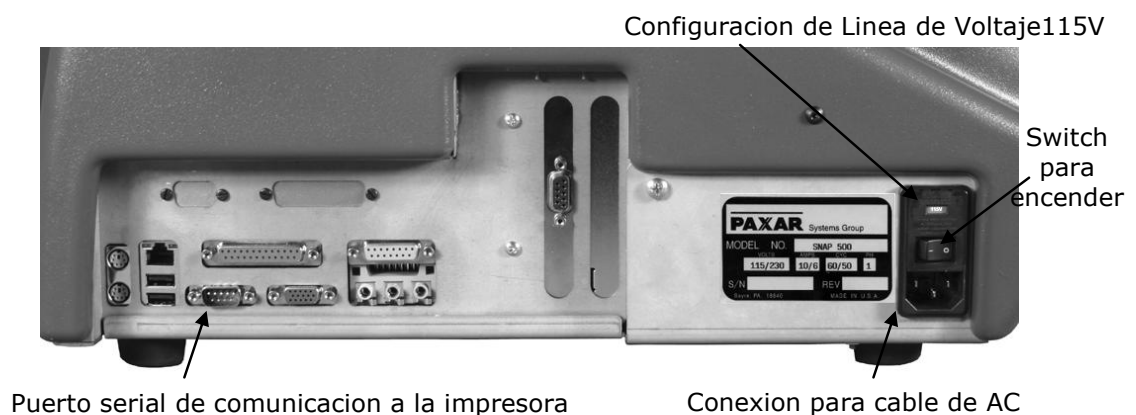

Figura 6. Vista trasera de la impresora
1. Localice los conectores de cables localizados en la parte trasera de su impresora. (vea Figura 6).